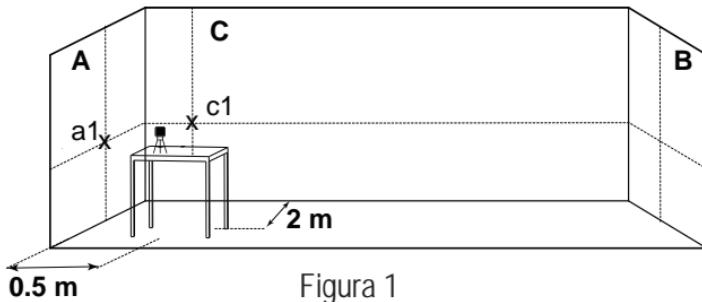

Figura 1
- 5) Marque en la pared **A** el centro de los rayos cruzados como **a1**, y en la pared **C** marque el centro del rayo cruzado como **c1** (véase la figura 1).